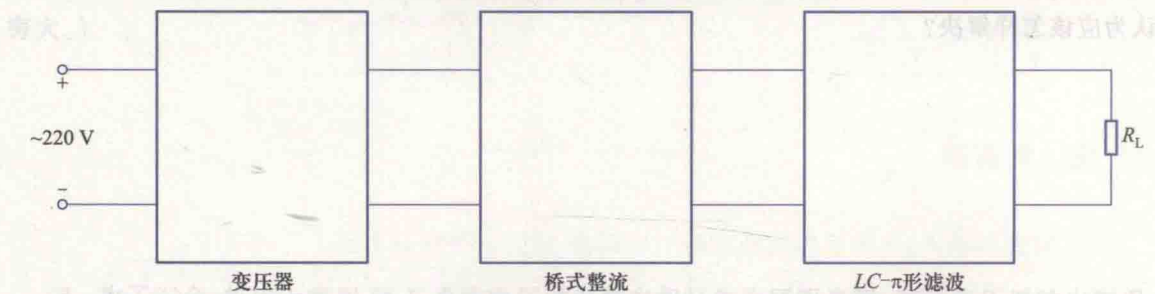

图 1-9
6. 完成图 1-9 所示框图中的电路连接,要画出相应的元器件图形符号,并标注文字符号。